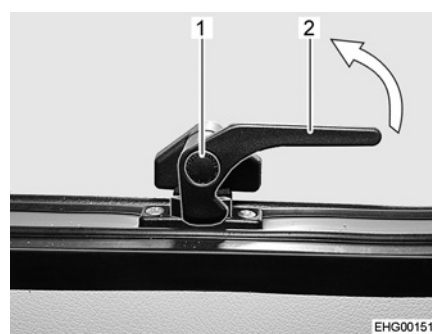

Fig. 24 Levier de verrouillage, bas, (position "Fermé")
- Appuyer sur le bouton de sécurité (Fig. 24,1) sur le levier de verrouillage du bas (Fig. 24,2) et le maintenir enfoncé.
- Tourner le levier de verrouillage du bas (Fig. 24,2) d'un quart de tour en direction du centre de la fenêtre.